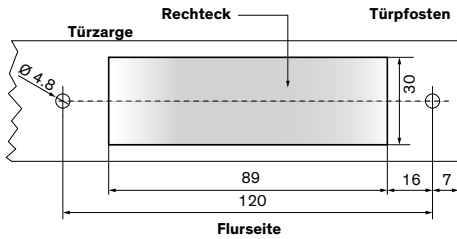

Abb. 22: Schablone (Bohren und Ausschneiden)
- Im Abstand von 120 mm (Abstand von Bohr- zu Bohrloch) zwei Löcher von 4.8 mm für den vormontierten Sensor in die Türzarge bohren (Abb. 22).